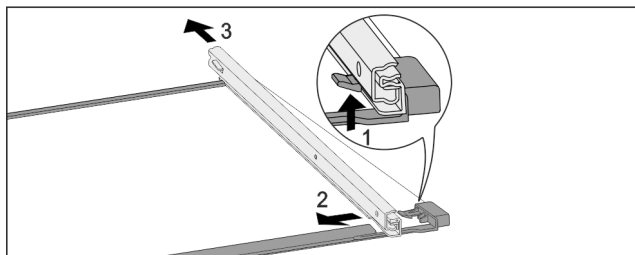

Fig. 194 带轨道的玻璃隔板
- 向上按前端的锁定钩。 Fig. 194 (1)
- 将牵伸轨推向一侧 Fig. 194 (2)，然后向后 Fig. 194 (3) 推。